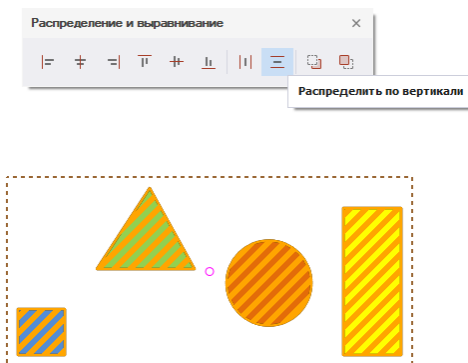

Рис. 255 Выбор инструмента
2. На панели «Распределение и выравнивание» выберите инструмент «Распределить по вертикали», который обозначен символом , см. Рис. 255.